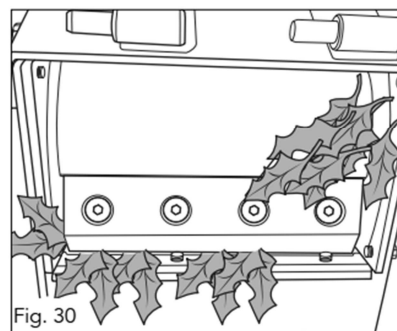

Fig. 30
5. Nettoyez soigneusement la zone de coupe et de déchargement. Veillez à ce que tous les débris soient éliminés pour éviter d'obstruer les lames. La zone de déchargement doit être débarrassée de toutes les matières organiques (fig. 30).